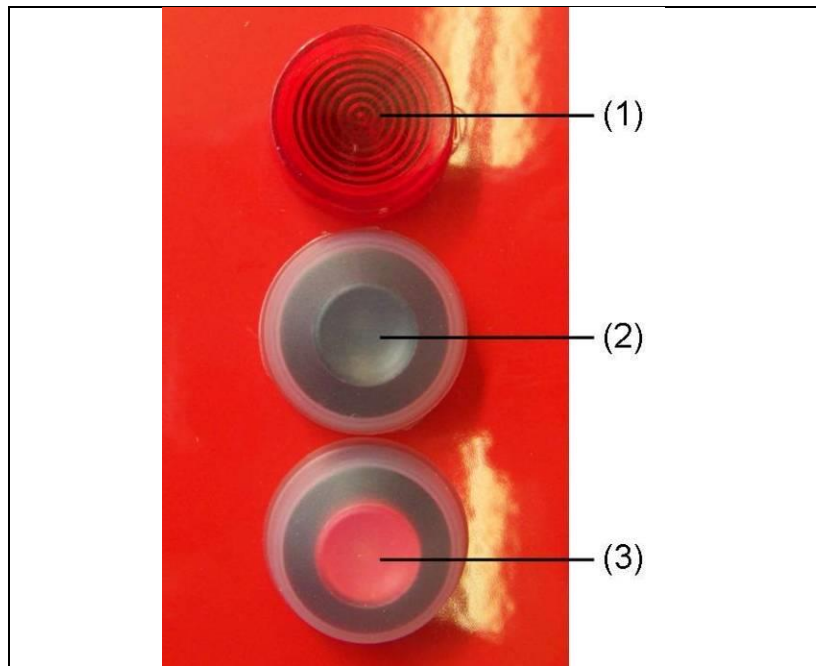

Abb. 5-4: Isolationsüberwachung ohne E-MCS 4.0
Drücken Sie den Testknopf (siehe Abb. 5-4-(3))
✓ Die Lampe (siehe Abb. 5-4-(1)) zeigt das Ergebnis an:
2. Nach der Überprüfung muss der Reset-Taster (siehe Abb. 5-4-(2)) gedrückt werden um das Gerät wieder zu betreiben.
- ✓ Die Lampe (siehe Abb. 5-4-(1)) zeigt das Ergebnis an:
2. Nach dem abschalten und abstecken des Verbrauchers muss der Reset-Taster (siehe Abb. 5-4-(2)) gedrückt werden um das Gerät wieder zu betreiben.
3. Drücken Sie den Testknopf (siehe Abb. 5-4-(3))
- ✓ Die Lampe (siehe Abb. 5-4-(1)) und die Position des Leitungsschutzschalters zeigen das Ergebnis an:
4. Nach der Überprüfung muss der Reset-Taster (siehe Abb. 5-4-(2)) gedrückt und der Leitungsschutzschalter in Pos. 1 gebracht werden um das Gerät wieder zu betreiben.
- ✓ Die Lampe (*siehe Abb. 5-4-(1)*) und die Position des Leitungsschutzschalters zeigen das Ergebnis an:
2. Nach dem abschalten und abstecken des Verbrauchers muss der Reset-Taster (*siehe Abb. 5-4-(2)*) gedrückt und der Leitungsschutzschalter in Pos. 1 gebracht werden um das Gerät wieder zu betreiben.